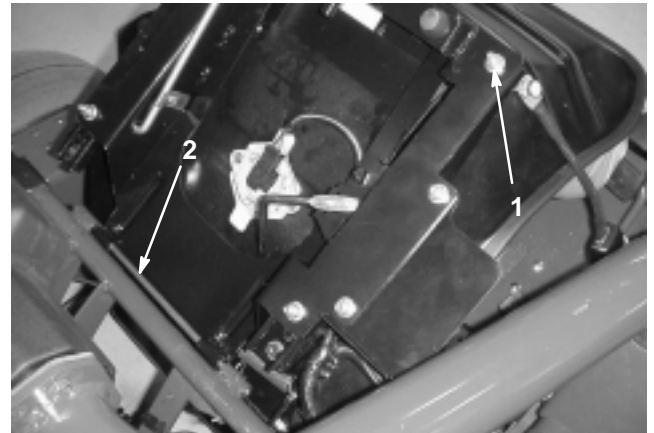

Bild 2
1. Entfernen Sie die Sicherungsmutter (Bild 2) und die Sitzhalterung (wird für den Transport verwendet), die an der rechten hinteren Sitzeinstellschraube befestigt ist. Werfen Sie sie weg. Halterung ist nicht abgebildet.
2. Nehmen Sie den Splint und die Sitzdrehstange ab, mit denen der Sitz befestigt ist (Transporteinstellung). Nehmen Sie den Sitz ab (Bild 2).